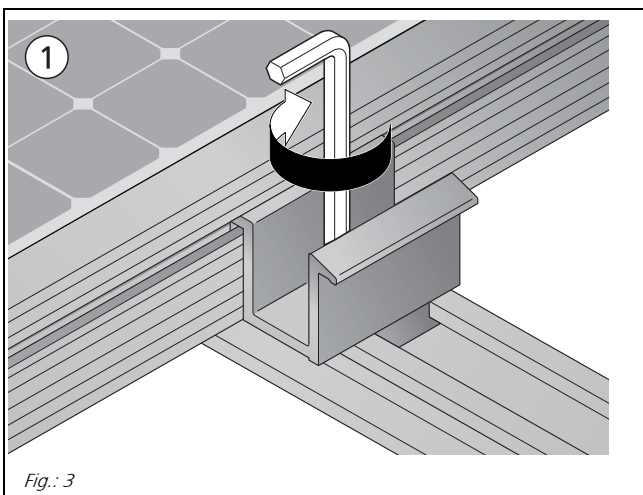

Fig.: 3
- Zur Montage der gerahmten Module empfehlen wir die Innoframe-Modulklemme der Solar-Fabrik AG (siehe Fig. 3 und 4).